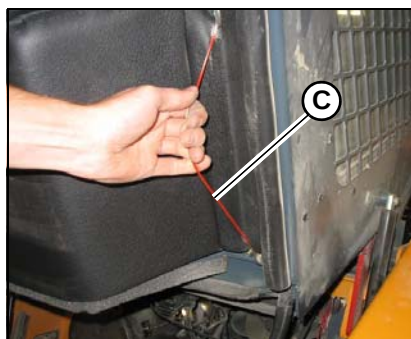

Figura 89 – Liberación del mecanismo de fijación de la ROPS/FOPS
1. Levante la ROPS/FOPS ligeramente y tire del mecanismo de fijación (C, Figura 89) hacia delante.